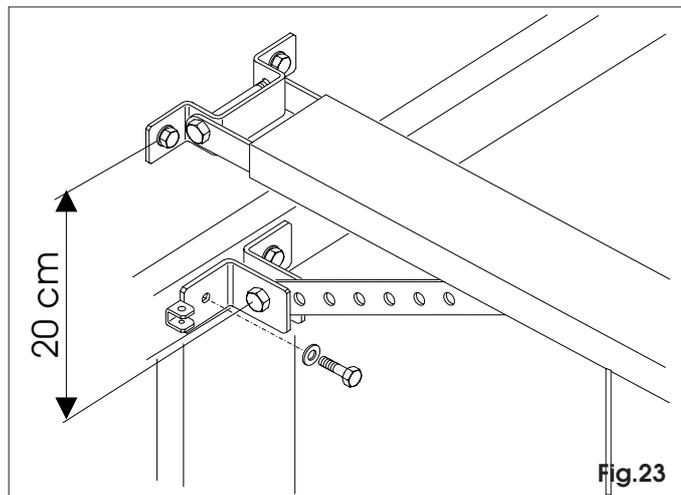

Fig.23
**Nota: La distancia entre abrazadera barra de arrastre y abrazadera rail de deslizamiento no debe ser superior a 20 cm. (máx. 30°) (fig.23).**
7.22 Comprobada la posición, taladren y fijen con tornillos adecuados (fig.23).